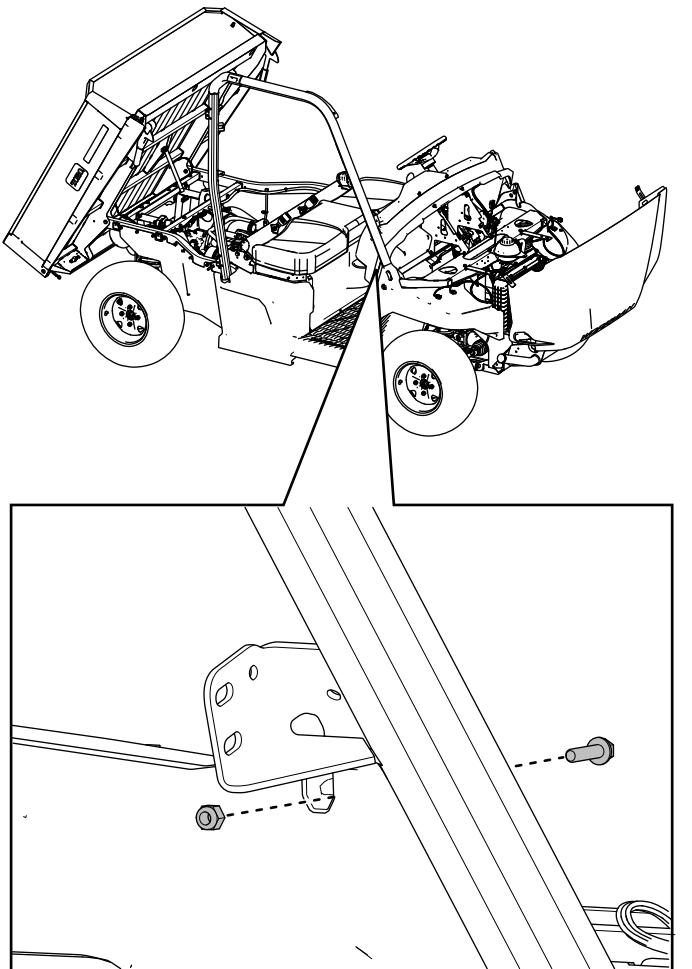

図 15
9. 右前 ROPS アセンブリをダッシュパネル仮止めする六角ワッシャボルト $1/4 \times 1\text{"} 1$ 本とロックナット $1/4\text{"} 1$ 個で図 15 のように取り付ける。